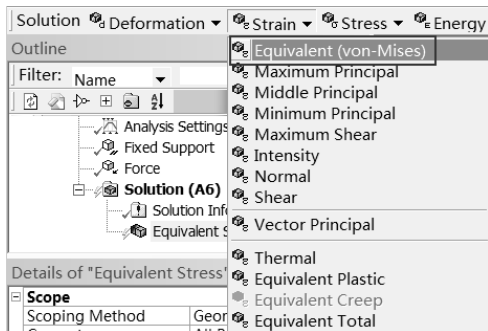

图 4-50 添加等效应变选项
Step3：如同 Step2，选择 Solution 工具栏中的 Strain（应变） Equivalent（von-Mises）命令，如图 4-50 所示，此时在分析树中会出现 Equivalent Elastic Strain（等效应变）选项。